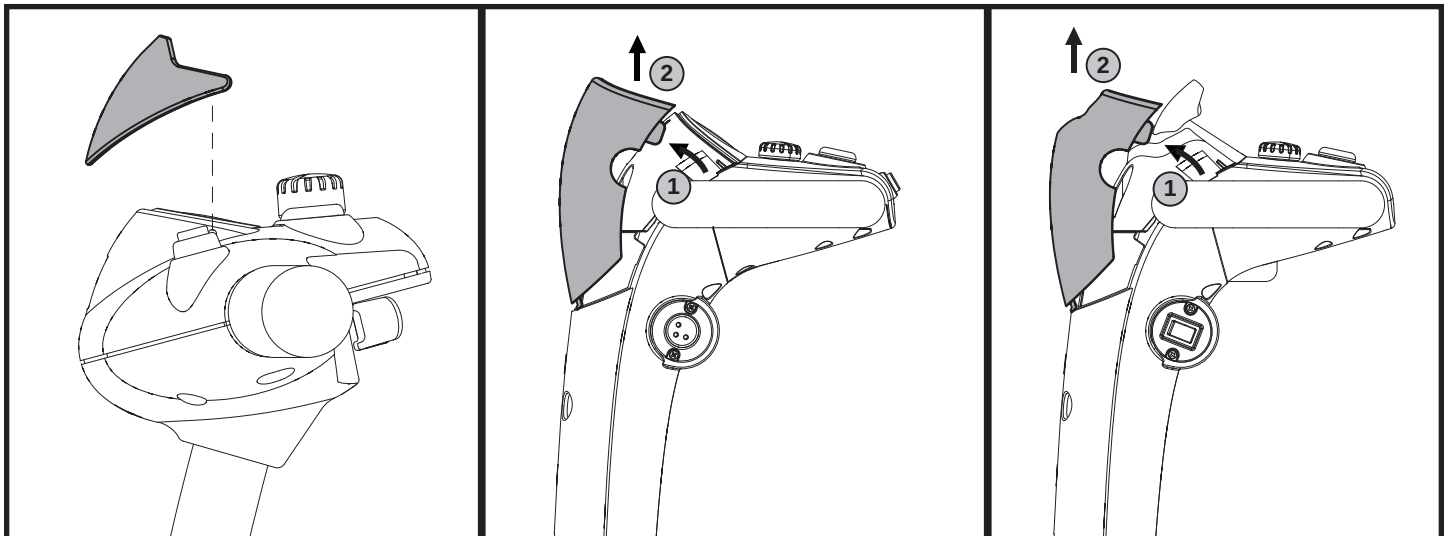

Figura 16. Parasole della console del manubrio
1. Staccare delicatamente la parte superiore del parasole dalla console del manubrio, poi sollevarlo lentamente e toglierlo dalla console. **Vedere figura 16.**